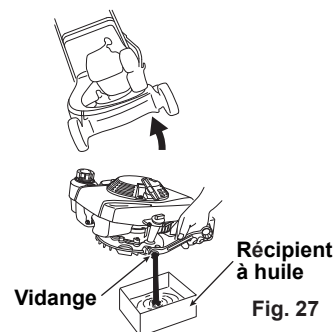

Fig. 27
2. Vidangez l'huile moteur en la faisant couler par l'orifice de vidange. (Voir Fig. 27)